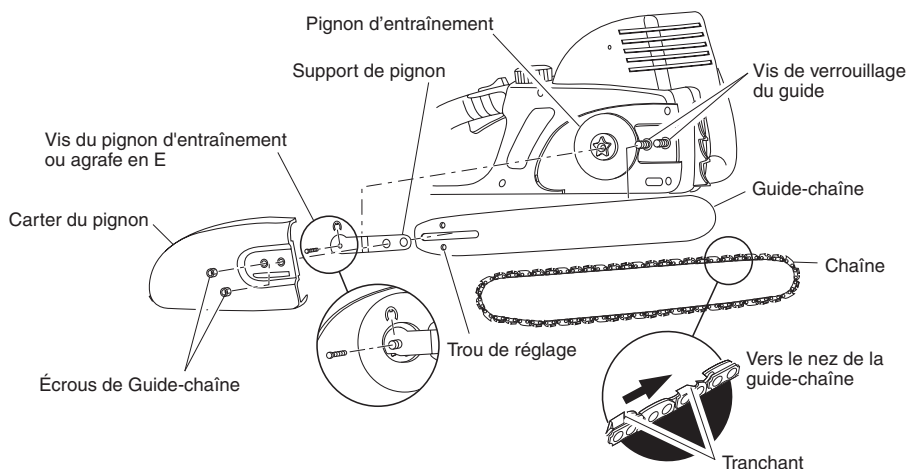

Figure 4 - Montage de la guide-chaîne et de la chaîne
3. Desserrez et retirez la vis du pignon d'entraînement ou l'agrafe en E de l'arbre (Voir la Figure 4, page 46). Retirez le support du pignon.
6. Placer la chaîne autour du pignon d'entraînement, ensuite le long de la rainure supérieure du guide-chaîne et autour du nez du guide-chaîne. *Note* : S'assurer que la face tranchante des maillons de la chaîne soit placée dans la bonne direction. Placer la chaîne de façon à ce que la face coupante des maillons sur le secteur supérieur du guide-chaîne soit dirigée vers le nez du guide-chaîne (Voir la Figure 4, page 46, et le voyant sur le capot latéral de la tronçonneuse).
9. Tout en tournant le bouton de tension de chaîne (Modèle 107625-01,-02, 111174-01) ou la vis de tension de chaîne (Modèle 107624-01,-02), ajustez la position du bloc d'ajustement jusqu'à ce qu'il soit aligné et inséré dans le trou d'ajustement sur la barre de guidage (Voir les Figures 4, 5 et 6). Le fait de tourner le bouton de tension de chaîne ou la vis de tension de chaîne dans le sens des aiguilles d'une montre déplacera la bloc d'ajustement vers l'arrière de la barre de guidage. Le fait de tourner le bouton de tension de chaîne dans le sens des aiguilles d'une montre déplacera la bloc d'ajustement à l'avant de la barre de guidage.